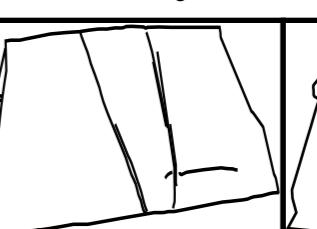

FIG. 3
Passo 2. Piegare ogni metà del rettangolo per ottenere una forma rettangolare più piccola (FIG. 3).